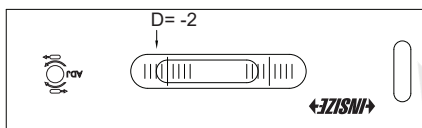

Fig.9
- Depois que a bolha parar de se mover, leia D na escala (Fig. 9).